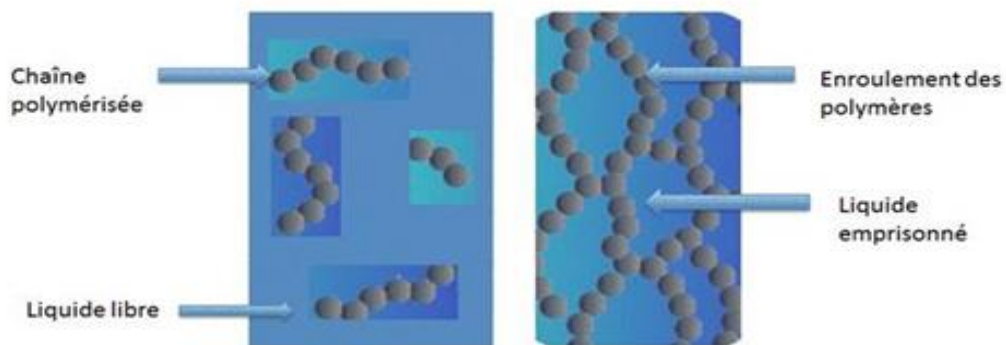

Figure 33 : Schéma du fonctionnement de la gélification
- Dans l'industrie alimentaire, la **gélification** est un procédé permettant le passage d'un **liquide à l'état d'un gel** (*c.-à-d de consistance solide*) à l'aide d'un **agent gélifiant**. Cette modification est liée à l'**enferment du liquide par des protéines** pour le rendre **gélatineux** (Figure 33).